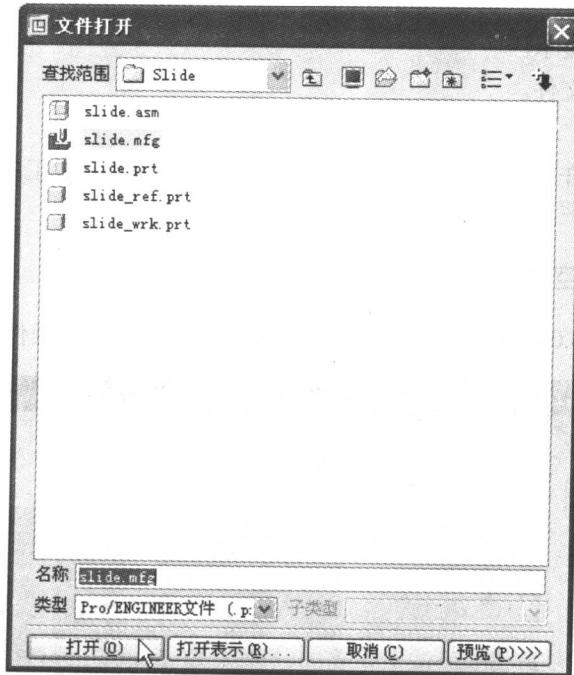

图 1-10 【文件打开】对话框
钮，如图 1-10 所示。则系统立即进入加工制造模块，同时弹出【菜单管理器】瀑布式菜单，并显示【制造】菜单。
**提示：**Pro/E 系统会根据用户所需打开文件类型的不同而自动调用所需的功能模块。例如在图 1-10 中，如果用户选择“slide.prt”时，系统会进入零件模块，而不是制造模块。请读者注意这一点。